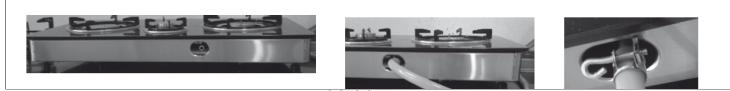

Abbildung 5
5. Entfernen Sie die staubdichte Kappe vom Gaseinlass auf der Rückseite des Heizgeräts, schließen Sie das Gasrohr an den Einlass an und ziehen Sie die Verbindung durch Drehen der Schelle im Uhrzeigersinn fest (Abbildung 5).